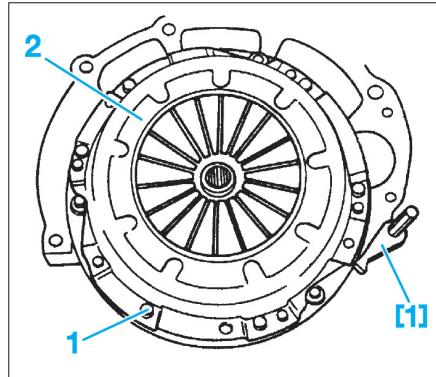

FIG. 5
- Immobiliser le volant moteur à l'aide de l'outil [1] (Fig.5).
- Déposer les vis de fixation (1) du mécanisme d'embrayage (2) progressivement puis dégager ce dernier en récupérant le disque.